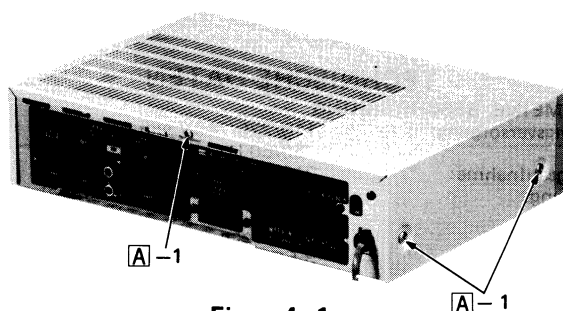

Figure 4-1
1. Remove five screws at the cabinet (two each at the right and left, one at the back), and take the cabinet off. See Fig. 4-1.
1. Die fünf Befestigungsschrauben des Gehäuses (jeweils zwei Schrauben auf der rechten und linken Gehäusesseite und eine einzelne Schraube auf der Rückplatte) herausdrehen, und das Gehäuse entsprechend abnehmen. Siehe Abbildung 4-1.
1. Déposer les cinq vis du coffret (deux à droite et à gauche et une à l'arrière) et déposer le coffret. Voir la Fig. 4-1.